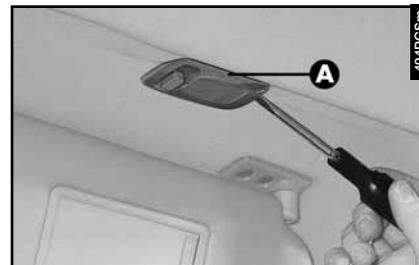

fig. 73
– Sortir le plafonnier (**A-fig. 73**) en faisant levier au point indiqué.